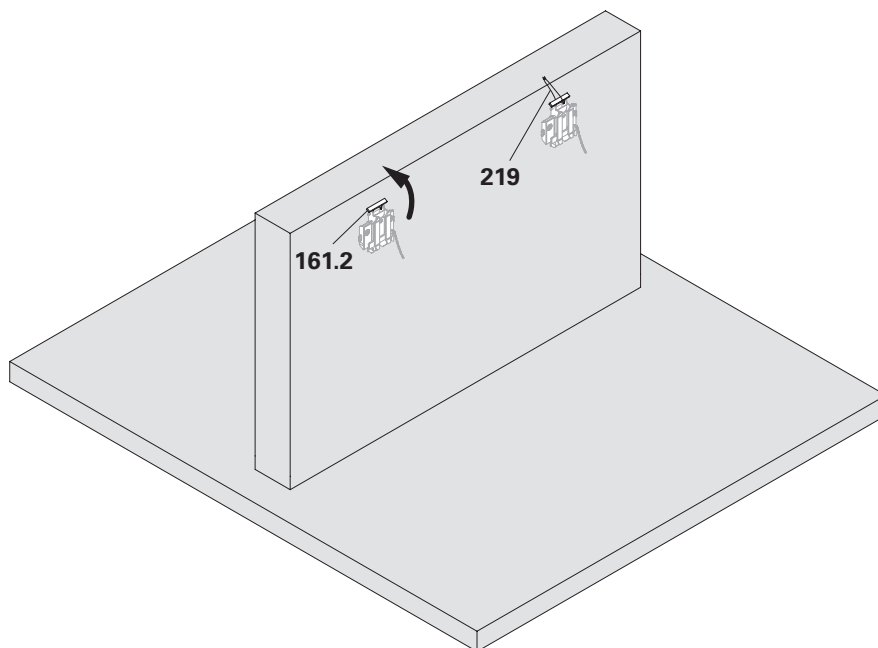

Fig. C3.02
3. Piegare verso l'alto il corrente oscillante (**161.2**) e fissarlo temporaneamente ai ferri di armatura con il filo di legatura (**219**). (Fig. C3.02)